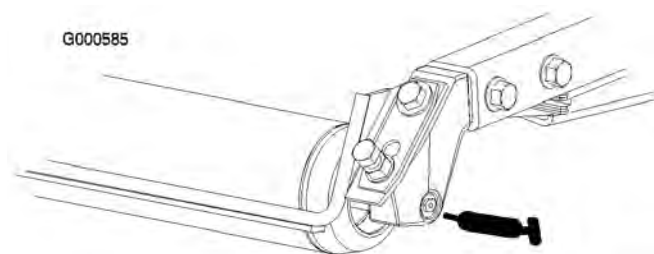

Figure 27
- Roulements à rouleaux arrière (2 par plateau de coupe) (Figure 27)
Remarque: Les raccords encastrés des rouleaux (Figure 27) nécessitent un adaptateur pour le pistolet à graisse. Vous pouvez le commander chez les distributeurs Toro agréés (Réf. 107-1998).